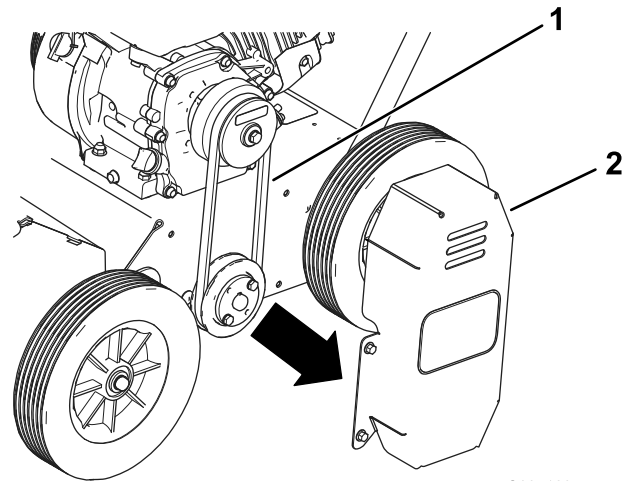

Bild 18
2. Nehmen Sie die Riemenabdeckung von der linken Seite der Maschine ab (Bild 18).
3. Prüfen Sie die Spannung des Riemens (Bild 18).